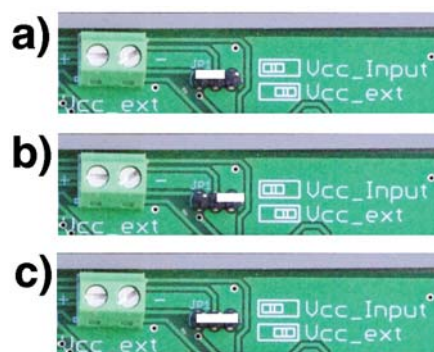

Abb. 4 Konfigurieren der Stromversorgung mit Jumper JP1.
Der Jumper JP1 wählt die Spannungsquelle aus. Die Stromversorgung kann über einen der Stromversorgungsanschlüsse (5), also Klemmenblock oder die Netzteilbuchse, oder über den E-A-Steckverbinder (1) erfolgen. Abb. 4 zeigt, wie die Betriebsspannungskonfiguration eingestellt wird:
- a) Jumper nach links. Die Das Leitungsnetz der Betriebsspannung ist mit dem Betriebsspannungspin des E-A-Anschlusses (1) verbunden. Die vorgeschaltete Einrichtung (Upstream) speist das Modul.
- b) Jumper nach rechts. Die Betriebsspannungsversorgung erfolgt über den Klemmenblock oder die Netzteilbuchse (5).